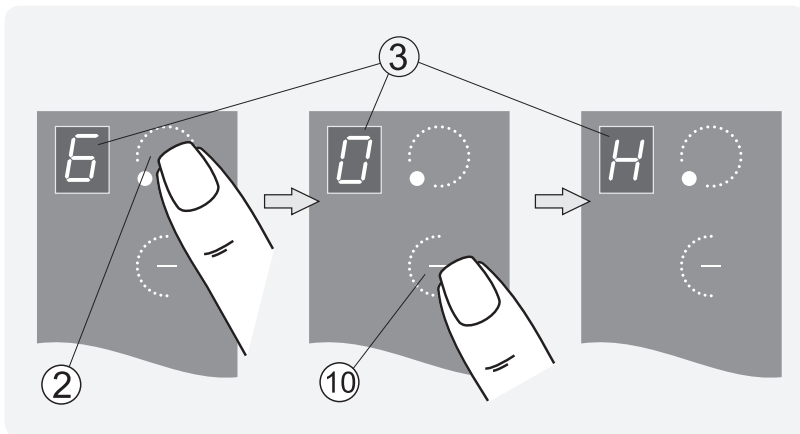

Рис.32
1. Работавшую конфорку перевести касанием зоны ② в режим управления (рис. 32).
2. Коснувшись одновременно зон «-» и «+» либо, удерживая палец на зоне «-», установить в окне индикации значение «0». Через 3 секунды конфорка отключится. В окне ③ будет светиться буква «Н», указывающая, что конфорка еще горячая.